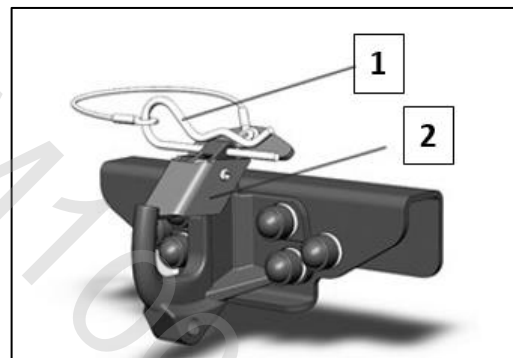

Рис. 34
1. Снимите фиксирующий шплинт (поз. 1, рис. 34).
3. Нажав на серьгу, заведите ее за предохранитель (поз. 2, рис. 34).